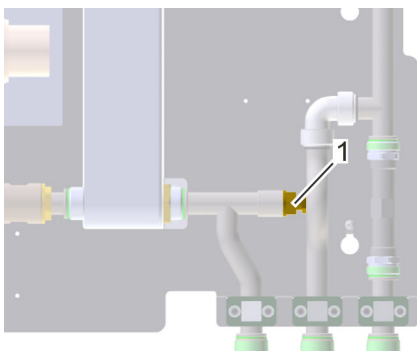

Abb. 89: Ventil frischwasserseitig aufdrehen
1. Um den Sekundärkreislauf des Frishwarmwassermoduls drucklos zu schalten, 1 Ventil (Abb. 89/1) aufdrehen.